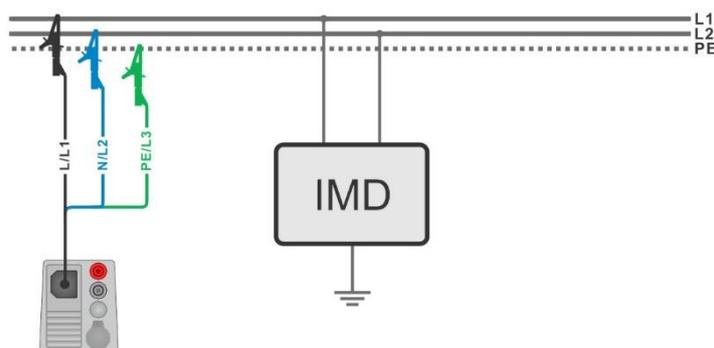
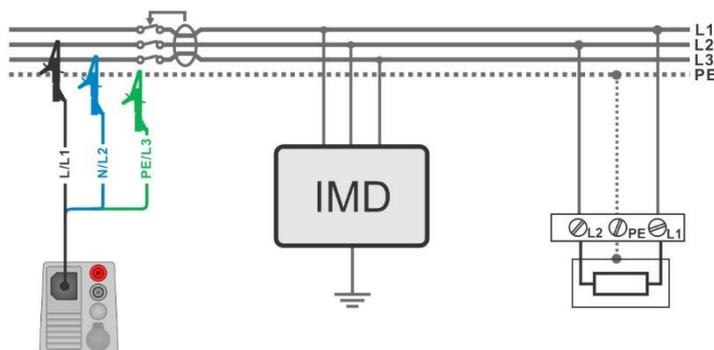

Abbildung 7.94: Messung des höchsten Fehlerleckstrom mit dem 3-adriger Prüfleiter
Abbildung 7.95: Messung des ersten Fehlerleckstroms im RCD-geschützten Stromkreis mit dem 3-adrigen Prüfleiter
- › Schließen Sie den 3-adrigen Prüfleiter am Prüfobjekt an, siehe **Abbildung 7.94** und **Abbildung 7.95**.